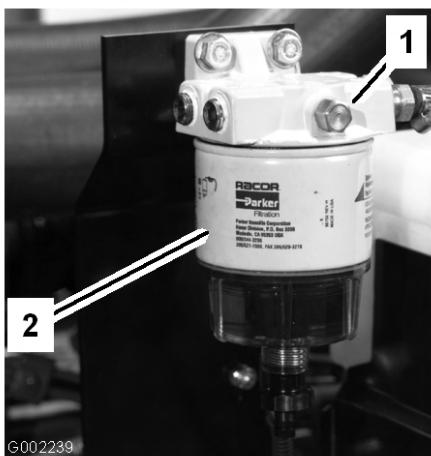

図 42
3. 燃料タンクのキャップの周囲をきれいに拭く（図 42）。